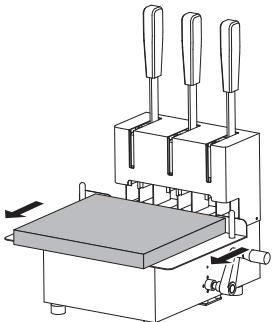

图1
1. 将工作台拉出，把整理好的文档放在工作台上。（图1）
2. 检查废纸中是否有半月形的小纸片，应避免任何不圆的形状。如果有非圆形纸屑产生（图1），原因可能是：
(图1)